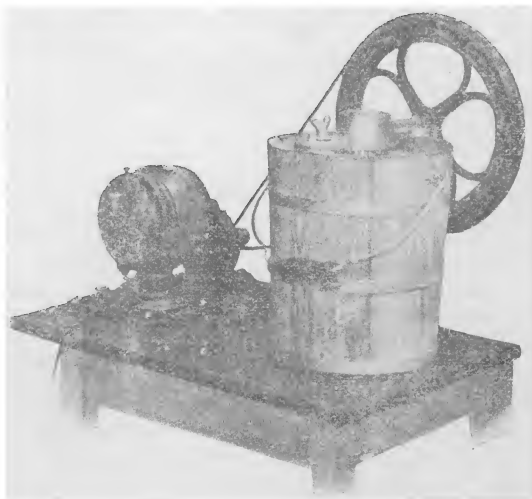

Рис. 14.
**Электрическая мороженница.** Приложение электричества въ домашнемъ быту постепенно расширяется и въ настоящее время за границей существуетъ цѣлый рядъ приспособлений, при помощи которыхъ лица, имѣющія въ своей квартирѣ токъ отъ городской электрической станціи, могутъ замѣнить мускульную силу силою электричества. Въ лѣтнюю жаркую пору достаточно ничтожнаго расхода электрической энергіи для приведенія въ движеніе вентиляторовъ, освѣжающихъ воздухъ (см. № 8-й журнала за 1910 г.), моторъ отъ этихъ приборовъ или спеціальныи малосильный моторчикъ можно приспособить къ другому сезонному пользованію, а именно для вращенія мороженницы. Такъ какъ въ этомъ случаѣ (рис. 14) не требуется особенной быстроты, то передача вращенія шкива электромотора дѣлается на колесо мороженницы довольно большого радіуса.